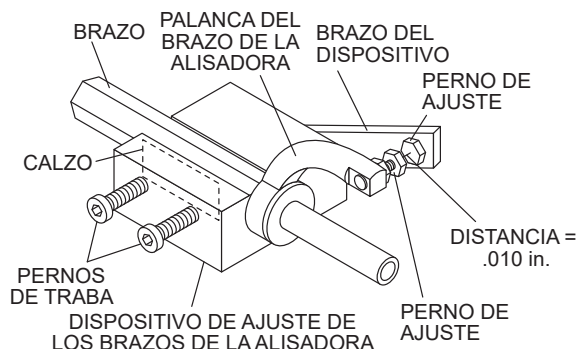

Figura 50. Componentes del dispositivo de ajuste de los brazos de la alisadora
- Desenrosque los pernos de traba en la herramienta de ajuste y coloque el brazo de la alisadora en la acanaladura del dispositivo según se muestra en la Figura 50. Tal vez sea necesario un calzo delgado para cubrir los agujeros de las hojas en el brazo de la alisadora. Asegúrese de alinear el perno de ajuste de la alisadora con el perno de ajuste del dispositivo.
- Ajuste la distancia entre pernos mostrada en la Figura 50 para hacer corresponder uno de los brazos. Los otros brazos se ajustarán para igualar esta distancia.